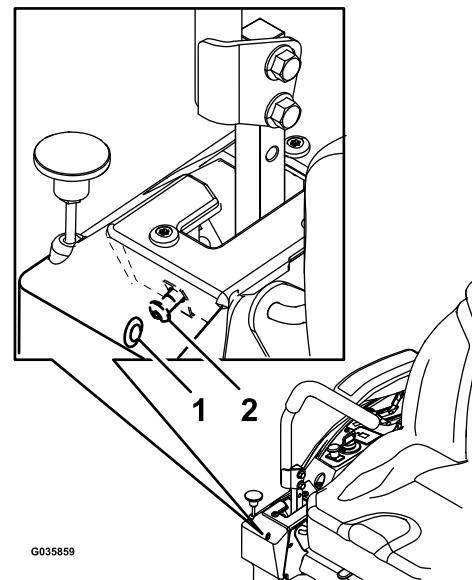

Figura 56
6. Se a máquina vira para a direita, insira uma chave sextavada de 3/16 pol. através do furo de acesso no painel da cobertura de acesso frontal direito e rode o parafuso de alinhamento no sentido dos ponteiros do relógio ou sentido contrário para ajustar o desvio da alavanca (Figura 56).
7. Se a máquina vira para a esquerda, insira uma chave sextavada de 3/16 pol. através do furo de acesso no painel da cobertura de acesso frontal direito e rode o parafuso de alinhamento no sentido dos ponteiros do relógio ou sentido contrário para ajustar o desvio da alavanca (Figura 56).